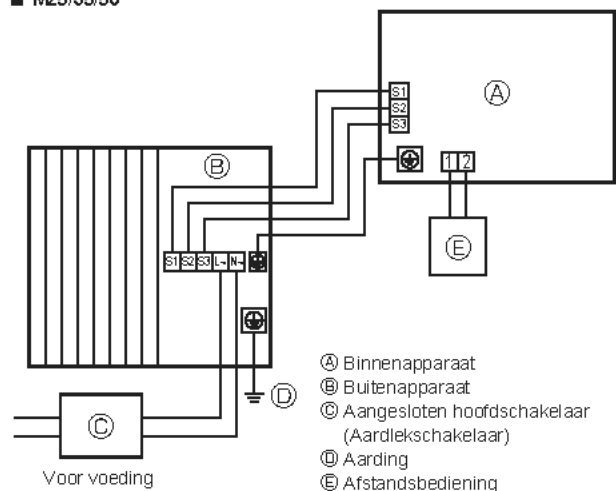
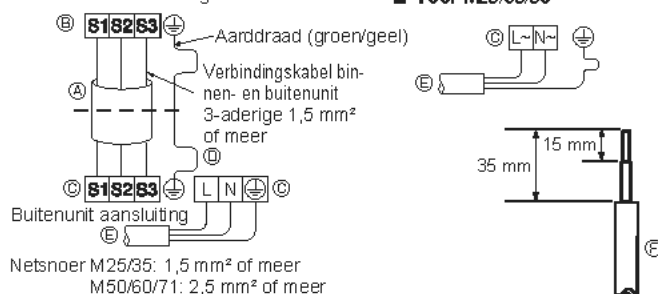
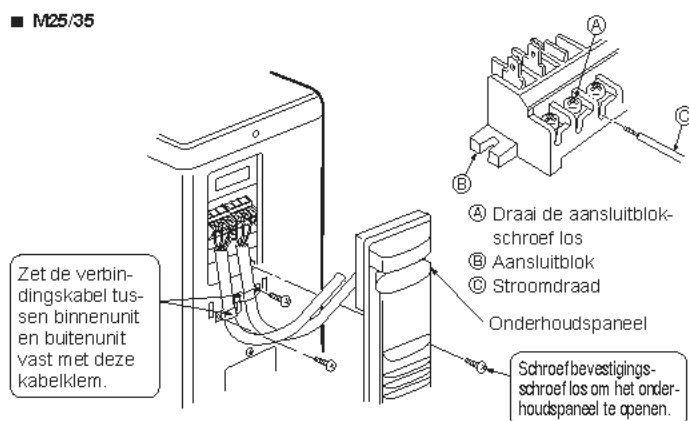
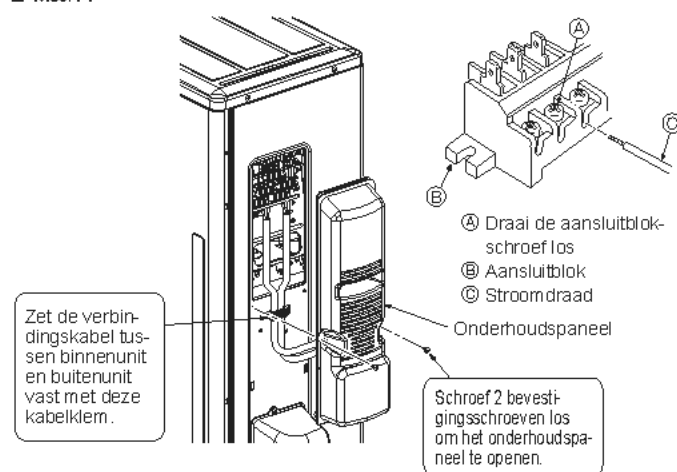

Fig. 6-1
Fig. 6-2
Fig. 6-3
Fig. 6-5
6.1. Buitenunit (Fig. 6-1, Fig. 6-2, Fig. 6-3, Fig. 6-4, Fig. 6-5)
① Verwijder het onderhoudspaneel.
② Sluit de kabels aan volgens Fig. 6-1, Fig. 6-2, Fig. 6-3, Fig. 6-4 en Fig. 6-5.
- Leg de bedrading aan zoals aangegeven in het diagram links onderaan. (Schaf de kabel ter plaatse aan) (Fig. 6-2)
- ① Aansluitkabel
- ② Aansluitblok voor binnenunit
- ③ Aansluitblok voor buitenunit
- ④ Sluit altijd een aardingsdraad aan die langer is dan de andere kabels.
- ⑤ Voedingskabel
- ⑥ Stroomdraad